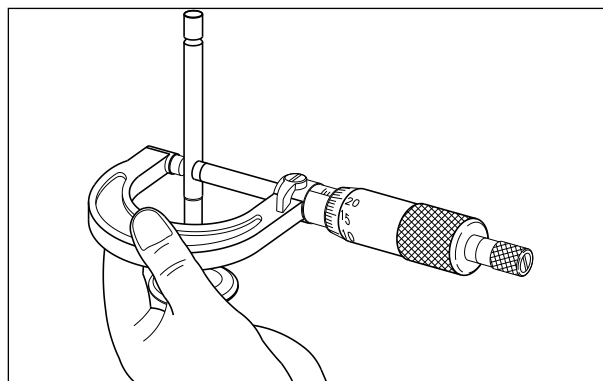

Fig. 3.63
- Meça o diâmetro externo na área de operação da haste da válvula (Fig. 3.63)